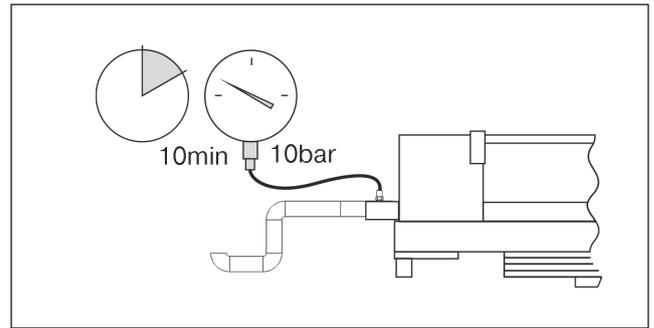

Abb. 13.1
1. Füllen Sie den Wärmetauscher, das EV und die Verbindung des Kollektors mit der Saugleitung mit trockenen Stickstoff oder einem anderen neutralen Gas bis zu einem Druck von 10 bar und lassen Sie es mindestens 10 Minuten stehen (Abb. 13.1).